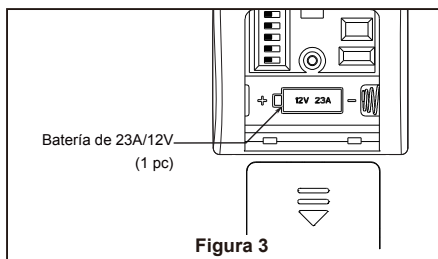

Figura 3
3. Para que el ventilador sea funcional, instale las pila (incluidas) de 23A/12V en el transmisor del mando a distancia. Mientras el ventilador esté apagado. A continuación, siga el proceso de fijación remota de código. Si no se utiliza el ventilador durante un largo periodo de tiempo, extraiga la batería para evitar cualquier daño al transmisor. Almacene el mando a distancia en un lugar alejado del calor o la humedad excesiva. (Figura 3)